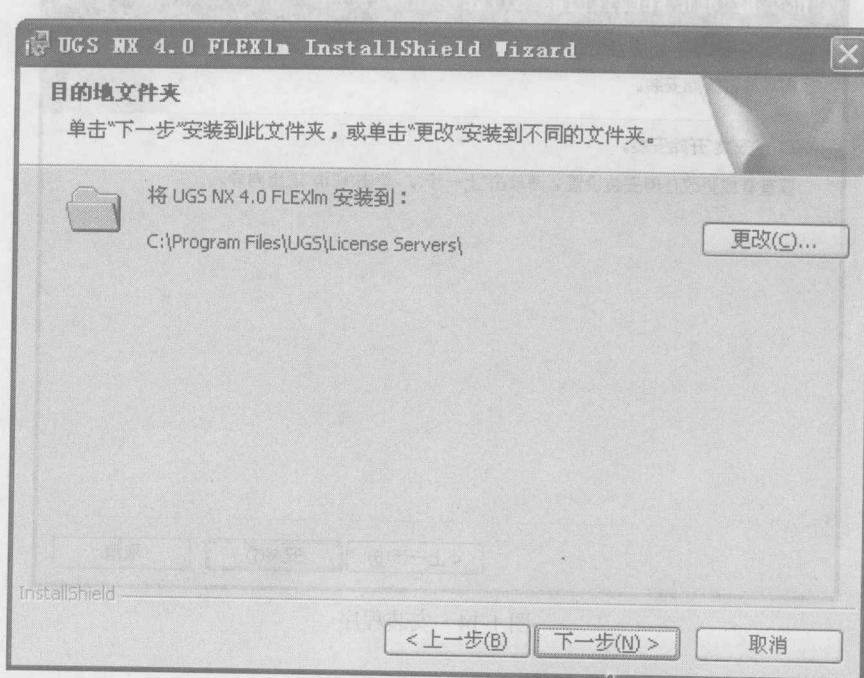

图 1-12 设定安装目录
(5) 设定安装的目录。如图 1-12 所示为默认的安装目录，若需要改变其安装目录，可单击“更改...”按钮进行设定。